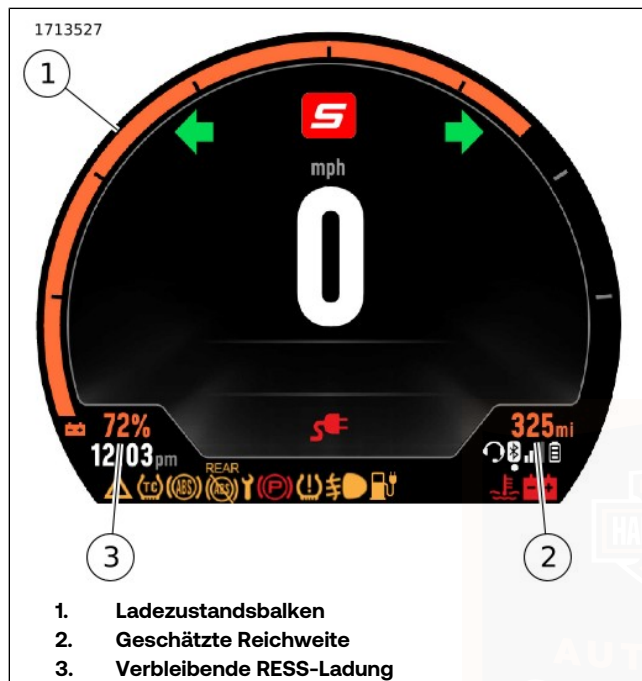

Abbildung 37. Bildschirm „Reichweite“
Siehe Abbildung 37 . Der Reichweitendisplay zeigt den Prozentsatz der verbleibenden Ladung (1, 3) und den Kilometerzähler (2) an.